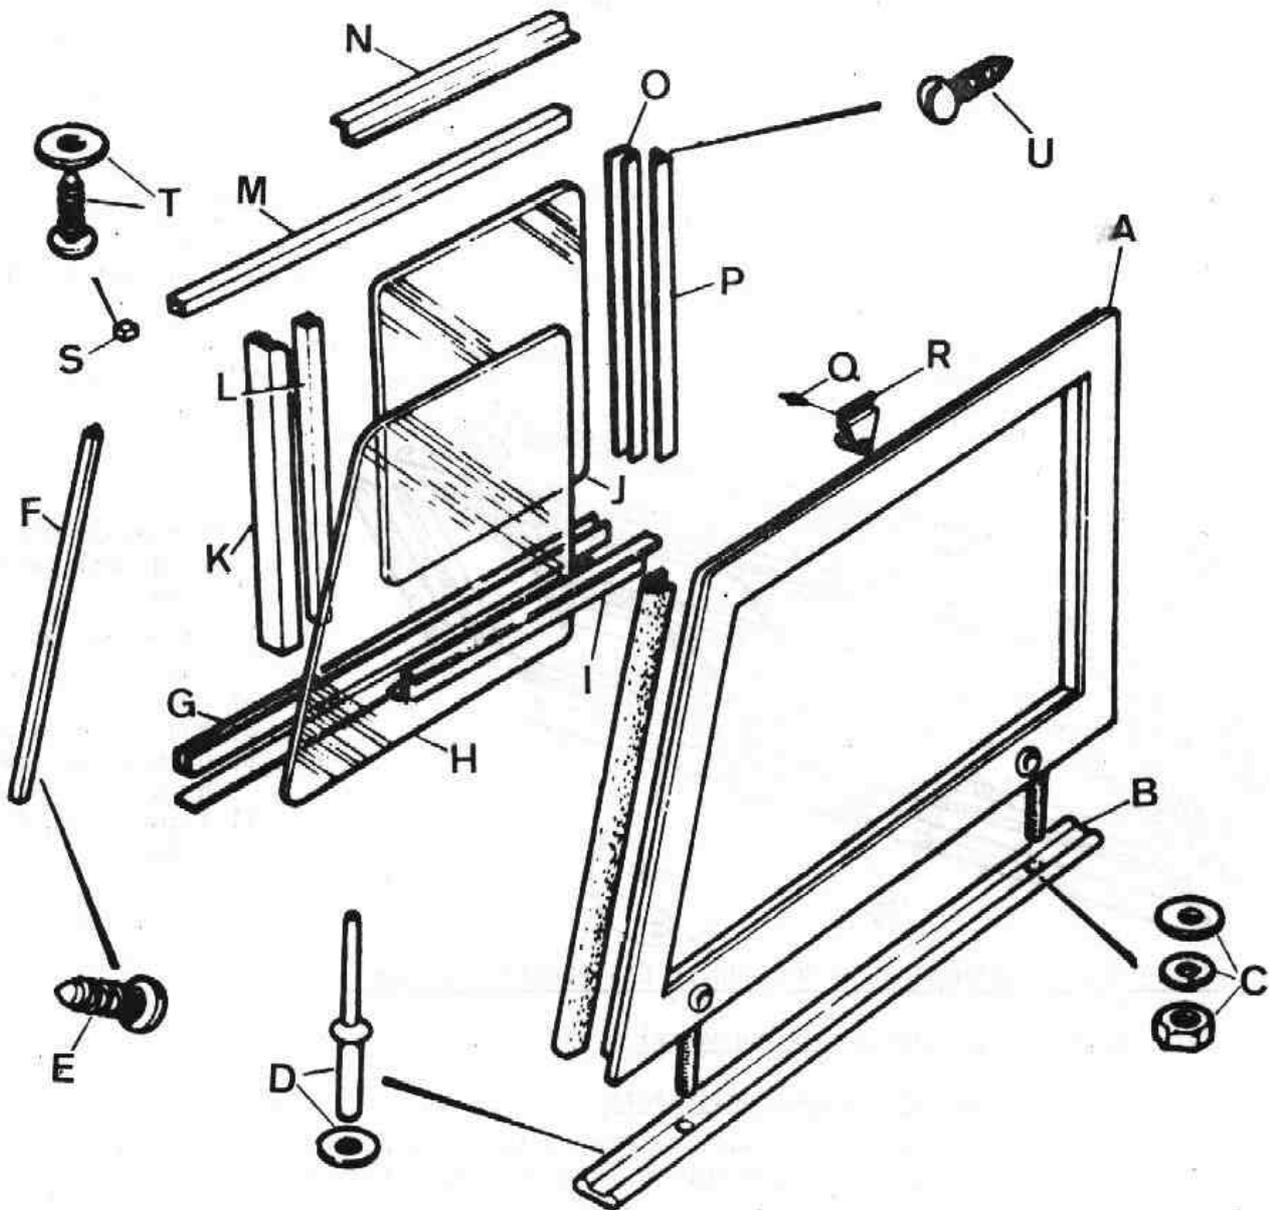

Fig. Q-19 Desmontaje de la ventanilla lateral
- 1.1.1. Desplazar el cristal, J (Fig. Q-19) para permitir el acceso a los tornillos, U, de fijación de la canal, M, y extraer los tornillos.